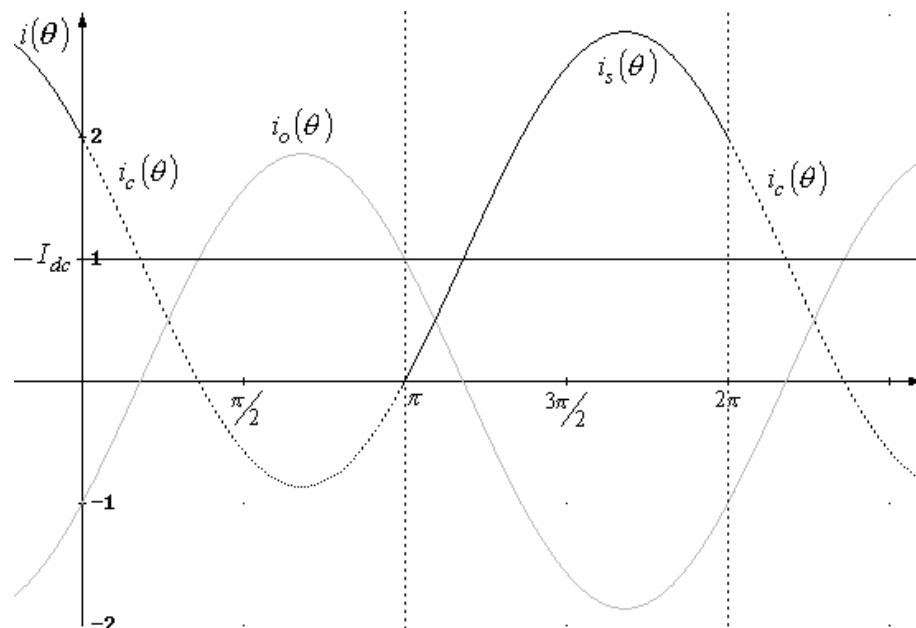

Figura 4 : Formas de ondas de corrientes del amplificador clase E.
$$i_{s\cdot máx} = 2.862 \cdot I_{dc} \quad (2.14) \text{ (Figura 4)}$$
- Corriente en el transistor ( TP5, comparar con la figura 4 ).